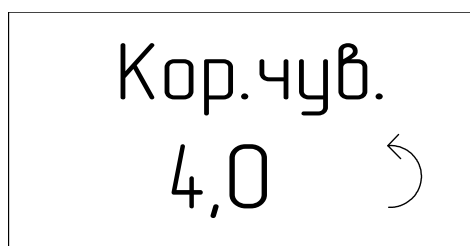

Рисунок 3.7 – Экран ввода значения интенсивности запаха в баллах
- г) выбрать пункт «Кор.чув.» и нажать кнопку «». На табло индикатора отобразится экран ввода значения интенсивности запаха в баллах (см. рисунок 3.7);